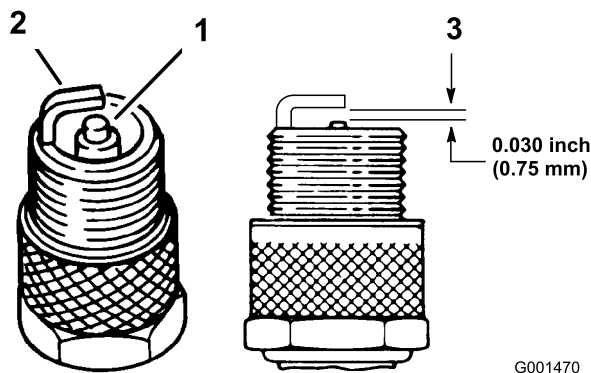

図 22
1. 中央の電極部(図 22)を観察する。絶縁体部がうす茶色や灰色なら適正、黒い汚れがある場合にはエア・クリーナの不良を考える。
2. すきまゲージでエア・ギャップの点検を行い(図 22)、隙間の大きさが適切でなければ側面の電極を注意深く曲げて調整する(図 22)。
3. 点火コードを接続する(図 22)。